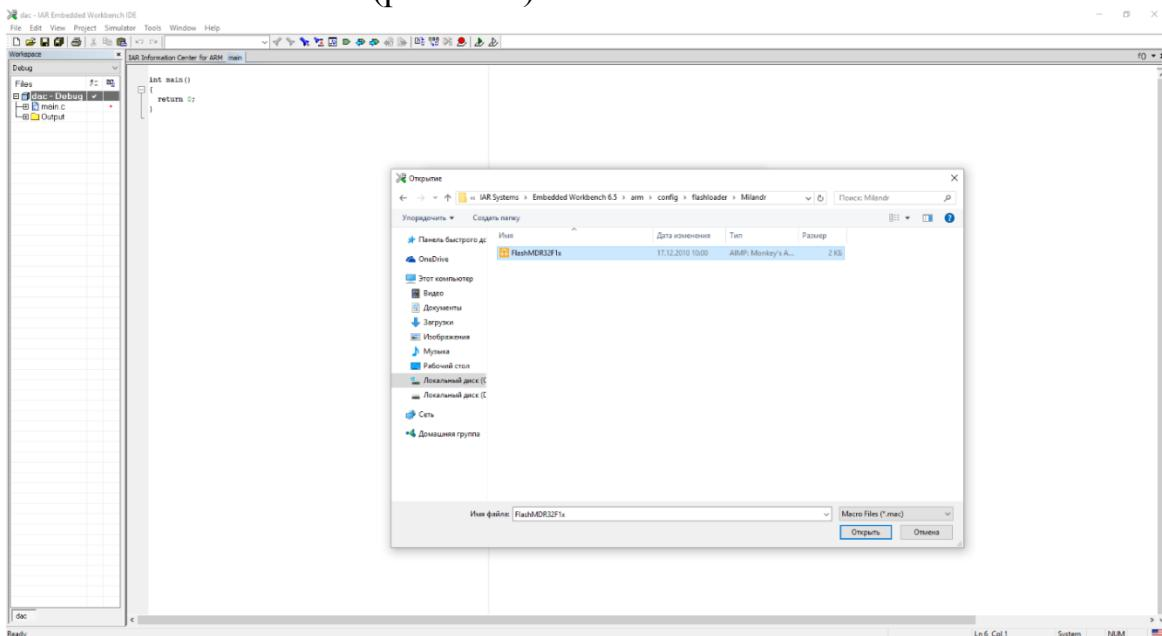

Рис. 1.22. Окно добавления макро файла FlashMDR32F1x
10. В поле use macro file(s) необходимо добавить файл FlashMDR32F1x (рис. 1.22).